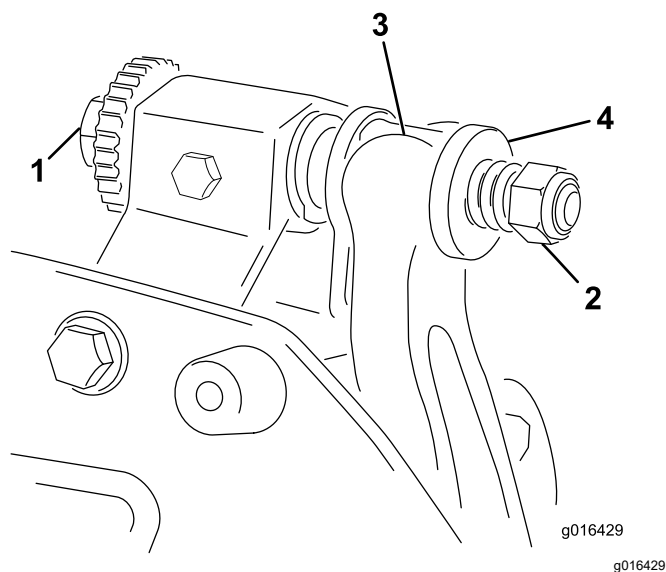

Bild 13
1. Drehen Sie die Einstellschraube des Untermesserträgers nach links, um den Abstand zwischen Untermesser und Spindel zu vergrößern (**Bild 13**).
2. Drehen Sie die Federspannungsmutter so weit hinaus, bis die Scheibe nicht mehr gegen den Untermesserträger angespannt ist (Bild 13).
1. Montieren Sie die Untermesserträger/Untermesser-Baugruppe. Positionieren Sie die Befestigungslaschen zwischen den Scheiben und der Untermesserträger-Stellschraube (Bild 13).